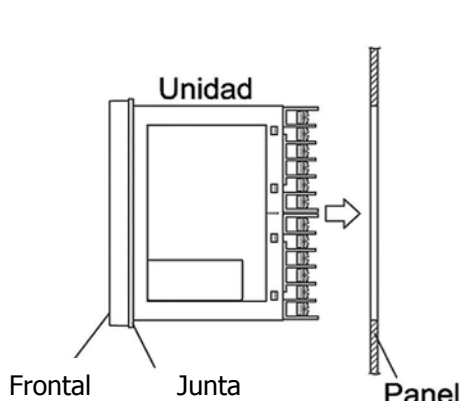
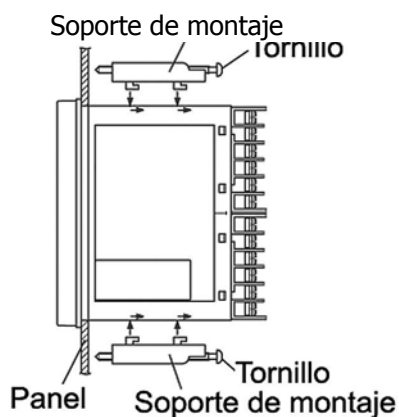

Fig.3
Fig.4
- Inserte los accesorios suministrados (2 piezas) al SY49-SY96 en la parte superior e inferior, y ajústelos con un destornillador. El par de apriete debe ser aproximadamente de 0,15Nm (1,5 kgcm). (La caja es de plástico, así que tenga cuidado de no apretar en exceso.) En el modelo SY96 coloque el soporte en el orificio de montaje central del cuerpo principal. Fig 3 y Fig 4